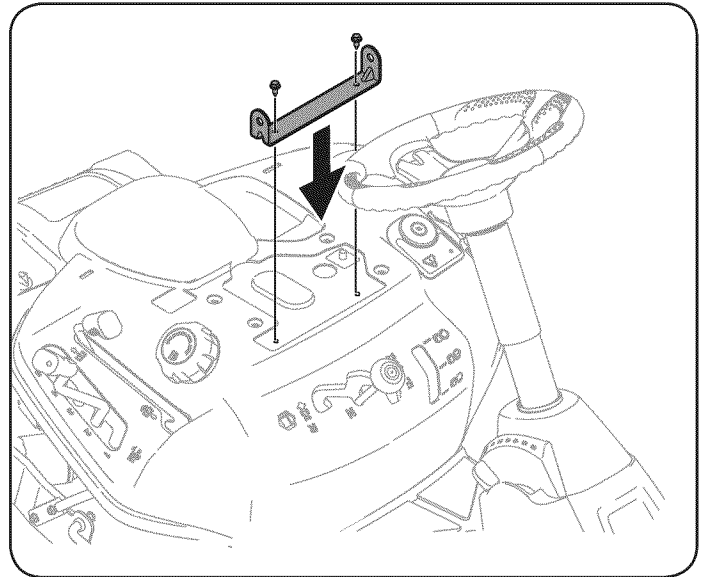

Figura 5
1. Extraiga los dos pernos autorroscantes que se instalan en el tractor en la fábrica y coloque el soporte del asiento en su lugar sobre los orificios. Vea la Figura 5.